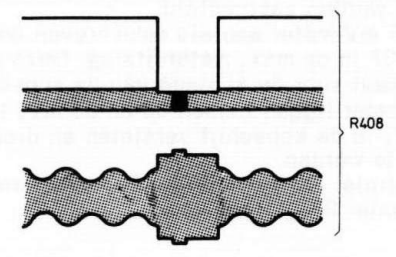

Fig. 16
- Stel R408 zodanig in, dat maximale interferentie ontstaat gedurende het witte gedeelte in het video-sigitaal (zie fig. 16).